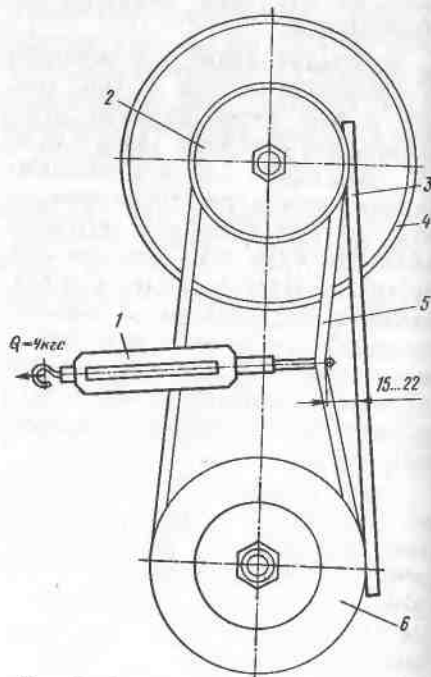

Рис. 22. Схема проверки прогиба ремня вентилятора:
**Проверка натяжения ремня вентилятора** производится согласно схеме, показанной на рис. 22. При приложении усилия 4 кгс прогиб ремня должен составлять 15...20 мм. Для определения прилагаемого к ремню усилия можно использовать пружинный динамометр 1 со шкалой деления не ниже 5 кгс. Замер величины прогиба производится с помощью линейки с приложением к шкивам 2 и 6 рейки 3. В стационарных условиях величину натяжения ремня вентилятора необходимо проверять с использованием устройства ГОСНИТИ КИ-8920.